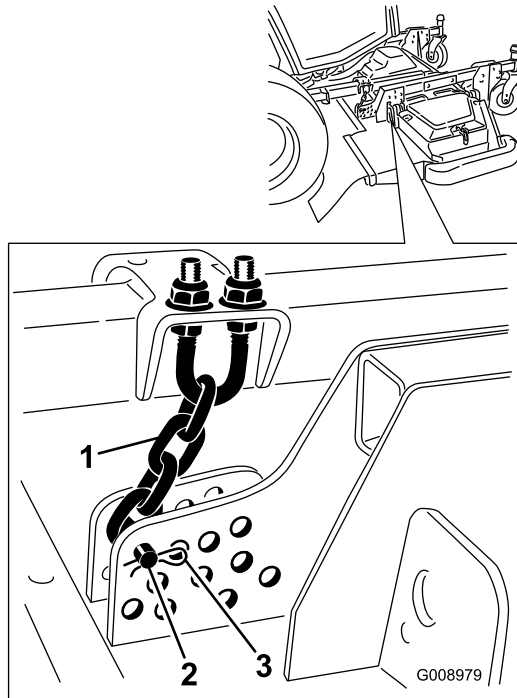

Figura 20
9. Retire la chaveta y el pasador que fijan las cadenas de ajuste de la altura de corte a la parte trasera de la unidad de corte (Figura 20).